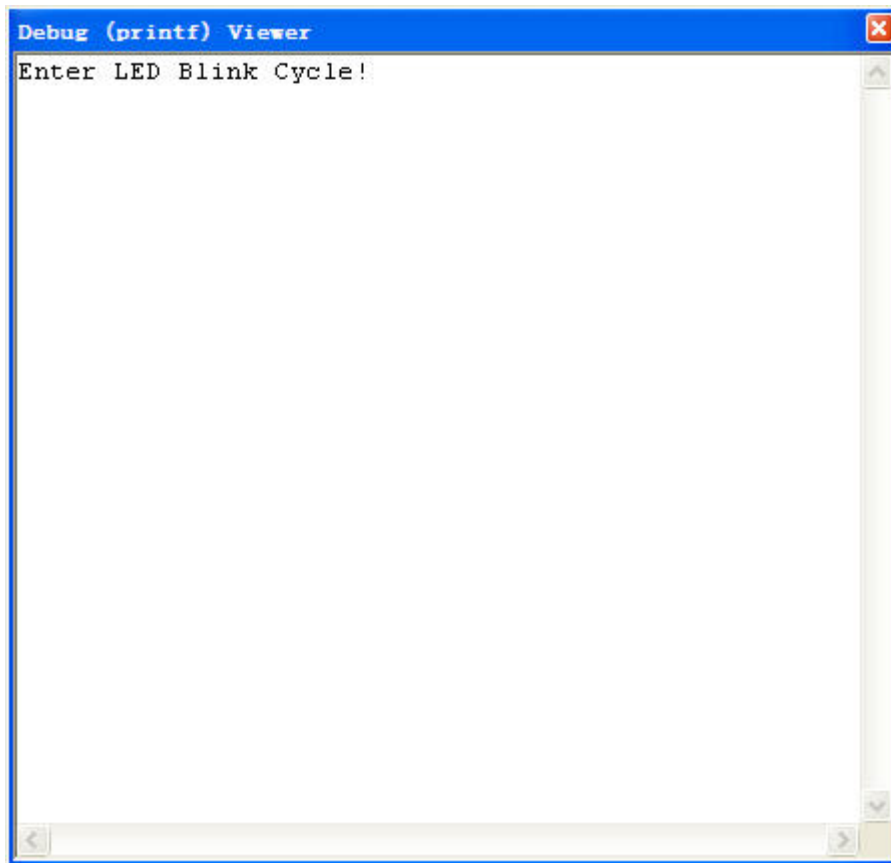

图 2.6 Debug (printf) Viewer 窗口图示
- 7) 点击全速运行“Run”,可以在刚打开的窗口中看到程序中所打印的信息,如图 2.6所示: